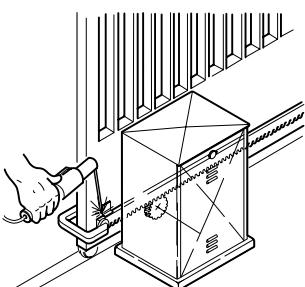

Fig. 11
- Appoggiare sul pignone il primo pezzo di cremagliera a livello e saldare il supporto sul cancello come indicato in fig. 11.